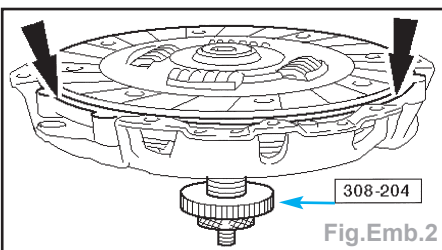

Fig.Emb.2
- A l'aide de l'outil spécial, centrer le disque d'embrayage sur le plateau de pression d'embrayage (Fig.Emb.2).